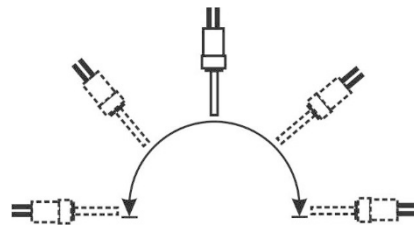

Fig. 1
Einbau (Fig. 1):
- Einbaurichtung gemäß Fig. 1, um den Druckschalter vor Verunreinigungen zu schützen.